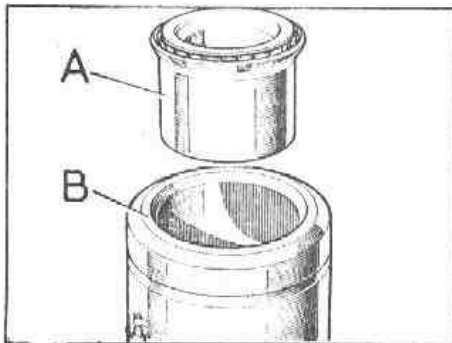

Fig. G-40 Cojinetes de la columna de dirección
- 1.10. Si fuese necesario se desmontará el cojinete de bolas, A (Fig. G-40).
- 3.1. Montar a presión el rodamiento, A (Fig. G-40) en la parte superior de la columna de dirección, B.